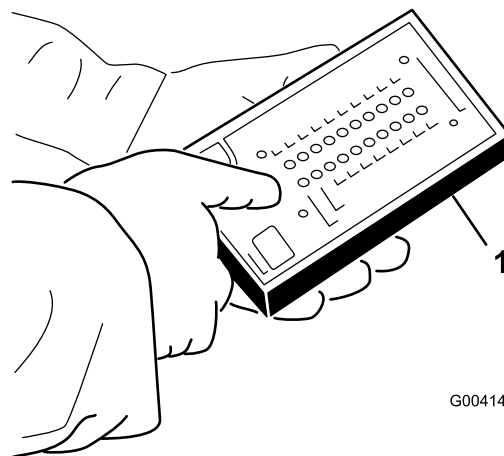

Figura 48
5. Collegate il connettore del display Diagnostic ACE al connettore del cablaggio preassemblato (Figura 48).